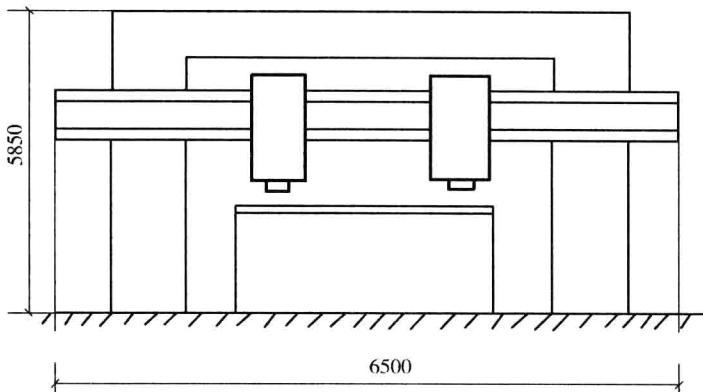

图 1-6 龙门刨床示意图 (单位: mm)
**【例 7】** 安装一台龙门刨床，型号是 B2031，外形尺寸 (长×宽×高) 为：25400mm×6500mm×5850mm，单机重量 140t，如图 1-6 所示，计算其相关工程量。
**【解】** (1) 2013 清单与 2008 清单对照 (表 1-13)